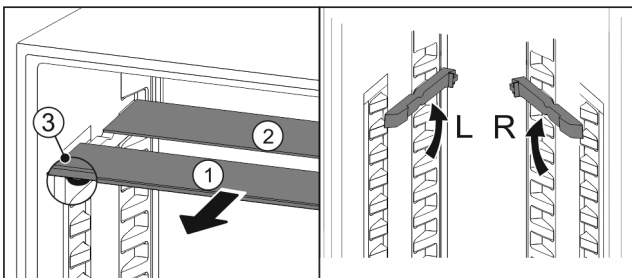

Fig. 35
- ▶ estrarre i ripiani di vetro singolarmente tirando in avanti Fig. 35 (1).
- ▷ Il piano in vetro Fig. 35 (1) con il motivo ornamentale è nella parte anteriore.
- ▷ I fermi Fig. 35 (3) sono rivolti verso il basso.